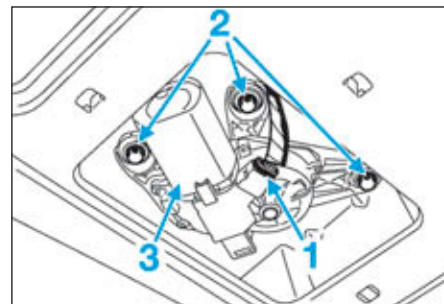

FIG.114
- Débrancher le connecteur (1) du moteur d'essuiе-vitre arrière (Fig.114).
- les vis (2) du moteur d'essuiе-vitre arrière,
- le moteur d'essuiе-vitre arrière (3).